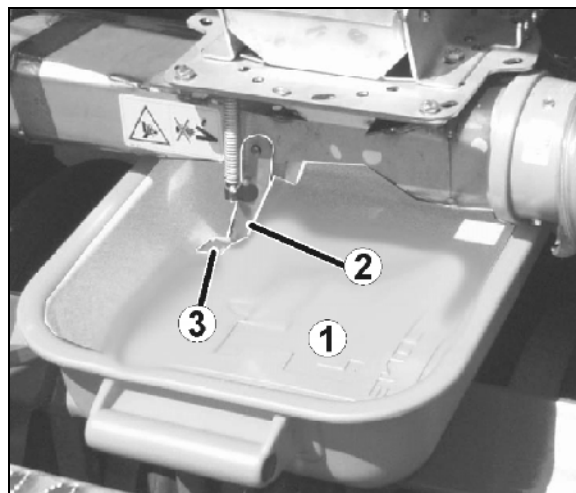
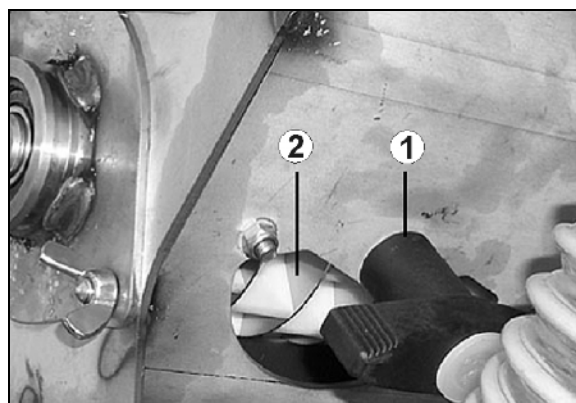

Рис. 152
Рис. 153
4. Установите лоток (Рис. 152/1) под дозатор посевного материала.
5. Откройте клапан загрузочной воронки (Рис. 152/2), чтобы оставшийся посевной материал мог высыпаться в лоток для установки сеялки на норму высева.
- Опасность защемления при открывании и закрывании клапана загрузочной воронки (Рис. 152/2)!
- Беритесь только за накладку (Рис. 152/3) клапана загрузочной воронки — в противном случае существует опасность травмирования вследствие удара пружинного клапана.
6. Откройте клапан для выгрузки остатков (Рис. 153/1) поворотом ручки (Рис. 153/2).
12. Осторожно закройте клапан для выгрузки остатков (Рис. 153/1) и клапан (Рис. 152/2) загрузочной воронки и закрепите лоток в транспортировочном креплении.